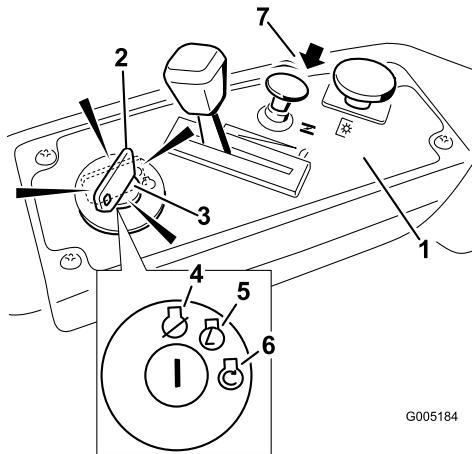

Figure 12
4. Tournez la clé de contact en position de Démarrage pour activer le démarreur. Relâchez la clé quand le moteur démarre (Figure 12).
5. Lorsque le moteur démarre, appuyez sur la commande de starter (Figure 12). Si le moteur
2. Placez la manette d'accélérateur entre la position haut régime et la position à mi course (Figure 12).